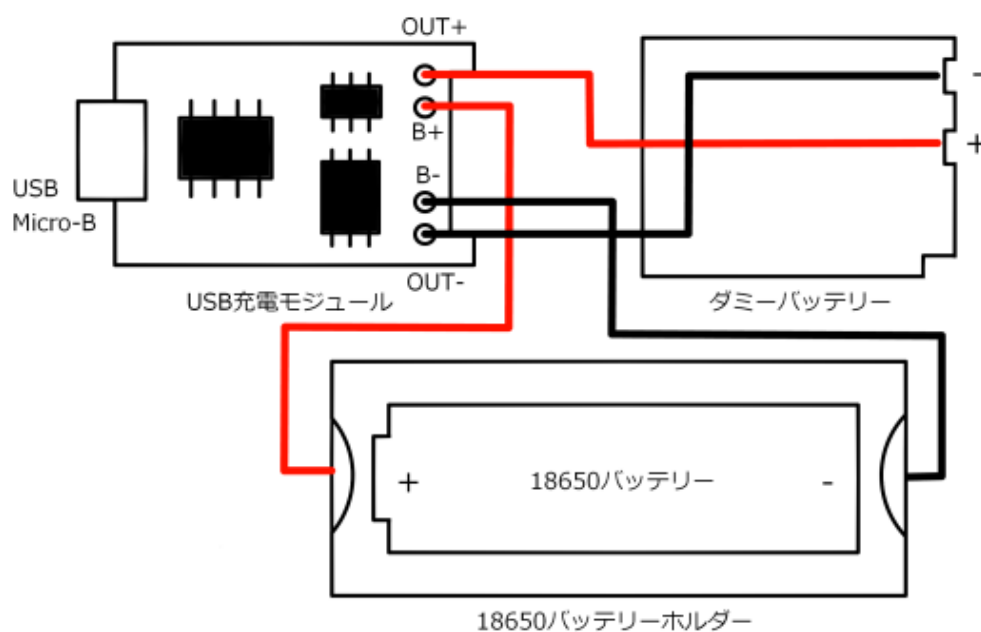

図1 配線図
1. 配線図(図1)に従って電装部品を配線します。配線の時点で18650バッテリーは外しておきます。バッテリーホルダーの配線は片側にまとめておくといいでしょう。充電インジケータは充電モジュール搭載のLEDをそのまま使用します。ダミーバッテリー電極は配線をはんだ付けした後、熱収縮チューブで絶縁します。